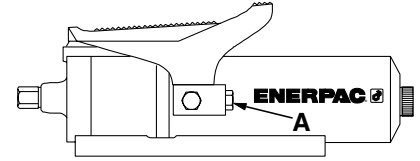

Abbildung 3
- Siehe Abbildung 3. Den Rohrverschluß von der schwenkbaren $\frac{3}{8}$ Inch NPTF Hydraulikbuchse (A) abnehmen, und das Steckerende eines $\frac{3}{8}$ Inch NPTF Hydraulik-Anschlußstücks einsetzen. Das Anschlußstück kann eine Hochdurchflußkupplung oder ein Schlauch- oder Meßelementadapter sein.